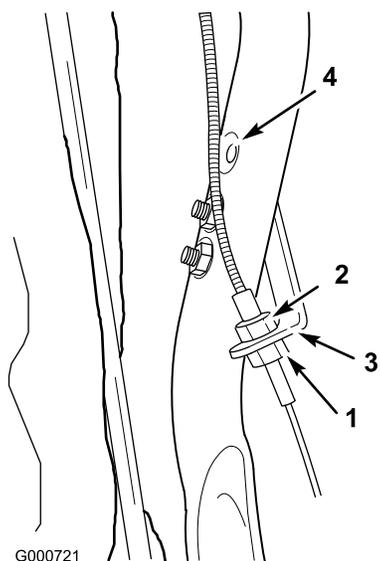

Figure 31
2. Desserrez l'écrou inférieur sur le dessous de la patte (Figure 31).
3. Serrez l'écrou supérieur pour élever le logement du câble (Figure 31) ce qui aura pour effet de rapprocher la roue de friction du pneu. (Cela raccourcit le câble afin de compenser l'usure).
Remarque: S'il est impossible de régler le câble davantage, montez la patte dans le trou supérieur du guidon et recommencez la procédure de réglage (Figure 31).
4. Lorsque le réglage est terminé, serrez l'écrou inférieur contre la patte pour le conserver (Figure 31).